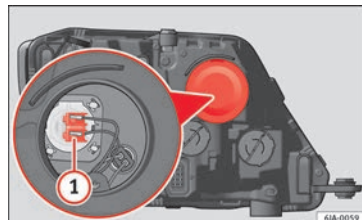

Bild 90 Byta glödlampor i huvudstrålkastare
- Ta bort kontakten » **bild 90 1** genom att dra den utåt.